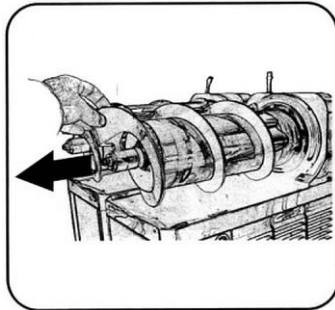

Fig. 21
1. För att ta bort spolen, placera fingrarna på spolplattan och dra den försiktigt inåt enligt bild 21+22.